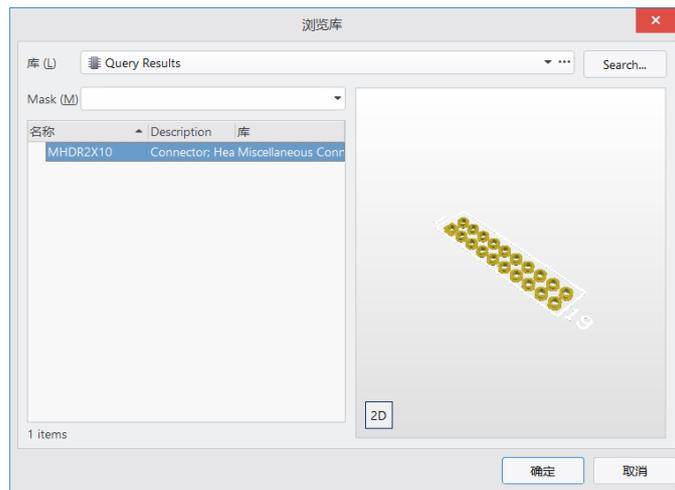

图 5-22 搜索结果显示
(5) 单击 **查找** 按钮，系统开始搜索。与此同时，搜索结果逐步显示在【浏览库】对话框中，如图 5-22 所示。可以看到，共有 1 个符合条件的封装，本例中选择 D:\Altium Designer 18\Library\Miscellaneous Connectors.IntLib 中的 MHDR2X10 封装。